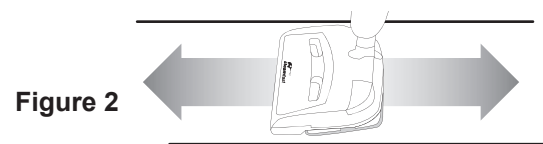

Figure 2
4. Pour obtenir les meilleurs résultats, passez le balai à vapeur en le déplaçant sur le plancher de l'avant à l'arrière d'un mouvement régulier, tout en reculant pour éviter de marcher sur la zone fraîchement nettoyée (Figure 2).